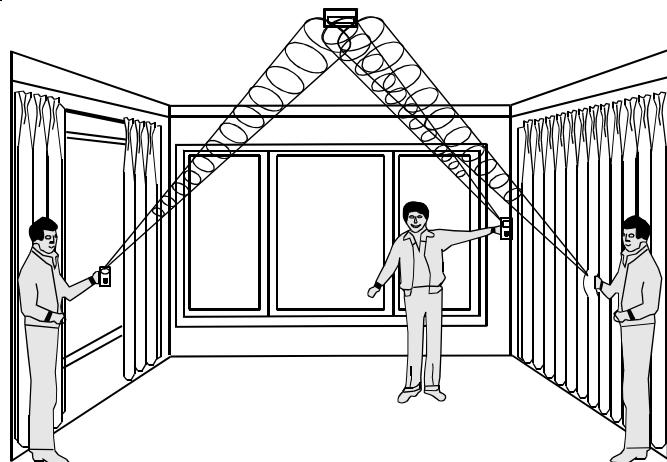

Рисунок 10. Тестирование MCT-501
4.3 Тестирование детектора (см. Рисунок 10)